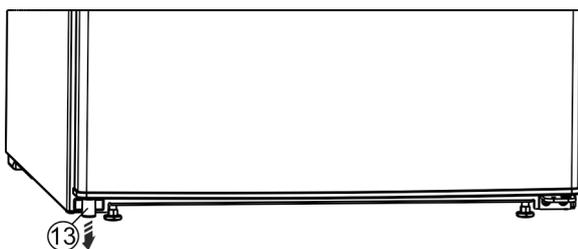

Fig. 14 *
- ▶ Unten links das Distanzteil Fig. 14 (13) aus der Tür herausnehmen.*